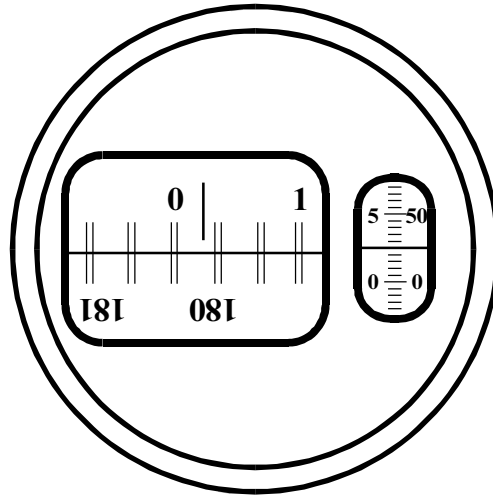

рис.6
Отсчетное устройство гониометра состоит из лимба, оптического микрометра и микроскопа (10). Поле зрения отсчетного микроскопа изображено на рис.6.
Чтобы снять отсчет по лимбу, необходимо повернуть маховичок (22) оптического микрометра настолько, чтобы верхние и нижние изображения штрихов лимба в левом окне точно совместились (как на рис.6). Число градусов будет равно ближайшей левой от вертикального индекса цифре. Число десятков минут равно числу интервалов, заключенных между верхним штрихом, который соответствует отсчитанному числу градусов и нижним оцифрованным штрихом, отличающегося от верхнего на  $180^\circ$ . Число единиц минут отсчитывается по шкале микрометра в правом окне по левому ряду чисел. Число десятков секунд в том же окне по правому ряду чисел. Число единиц секунд равно числу делений между штрихами, соответствующими отсчету десятков секунд и неподвижным горизон-
тальным индексом. Положение, показанное на рис.6 соответствует отсчету  $0^{\circ}15'55''$ .